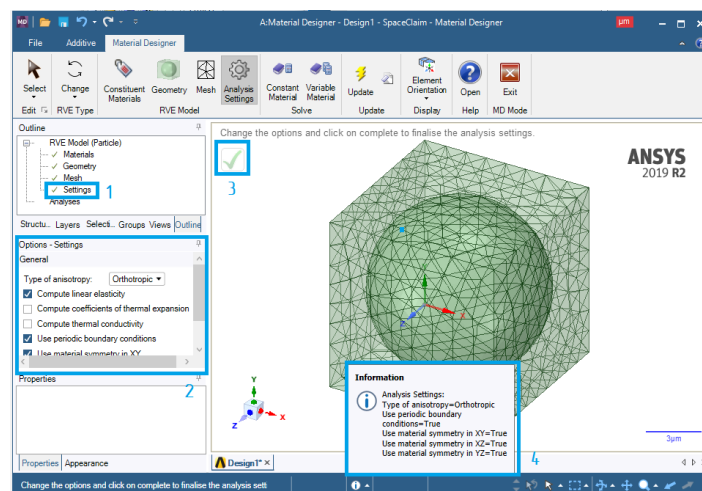

Рис. 11. Выбор характеристик частицы
8. Нажимаем ЛКМ на **Settings** (1). На панели слева (2) можно выставить интересные настройки анализа объемного элемента модифицированной микроструктуры (рис. 11), но в нашем случае, они остаются без изменения. Нажимаем галочку (3) и видим системное окно, предупреждающее о результатах проведенного анализа (4).